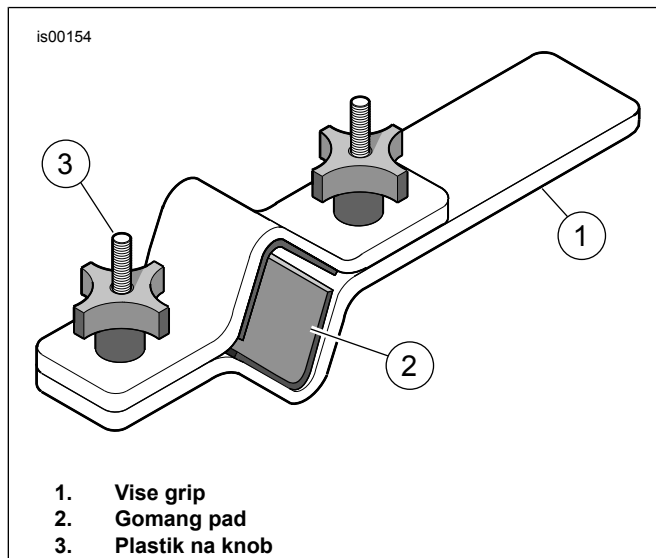

Figure 6. Fork Tube Holder (HD-41177)
- Figure 6 Ikabit ang fork sa Fork Tube Holder (HD-41177) tulad ng sumusunod:
- I-clamp ang dulo ng kasangkapan (1) sa gato sa pahalang na posisyon.